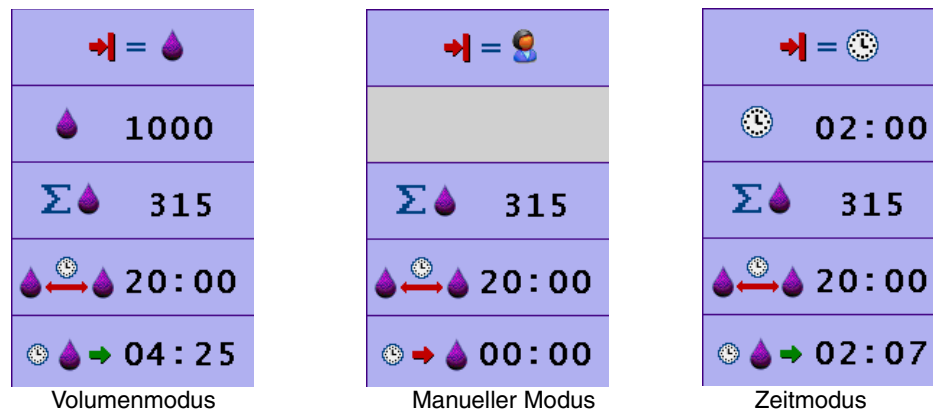

Abbildung 5-22. Konfigurieren der Einstellungen für die Kardioplegie-Dosierung
1. Wenn Sie die Kardioplegie-Dosierung manuell überwachen möchten, drücken Sie die Schaltfläche „Volumenmodus“ ➡ = 💧, um in den manuellen Modus zu wechseln (siehe Abbildung 5-22). Nun zeigt die Schaltfläche das Symbol „Manueller Modus“ als Hinweis darauf, dass der Benutzer die Pumpe manuell stoppen muss, indem er entweder (a) die Start/Stopp-Taste an der Steuerkonsole der Kardioplegie-Pumpe drückt oder (b) die Schaltfläche „Volumenüberwachung stoppen“ ■ drückt, nachdem die gewünschte Kardioplegie-Dosis abgegeben wurde.
2. Wenn Sie die Kardioplegie-Dosierung nach Zeit überwachen möchten, drücken Sie die Schaltfläche „Manueller Modus“ ➡ = 👤, um in den Zeitmodus zu wechseln (siehe Abbildung 5-22). Nun zeigt die Schaltfläche das Symbol „Zeitmodus“ als Hinweis darauf, dass die Kardioplegie-Pumpe automatisch gestoppt wird, wenn eine vom Benutzer eingestellte Abgabedauer (in Minuten) erreicht wurde.
- Wenn Sie die Kardioplegie-Dosierung nach Volumen überwachen möchten, drücken Sie die Schaltfläche „Zeitmodus“ , um in den Volumenmodus zu wechseln (siehe Abbildung 5-22). Nun zeigt die Schaltfläche das Symbol „Volumenmodus“ als Hinweis darauf, dass die Kardioplegie-Pumpe automatisch gestoppt wird, wenn eine vom Benutzer eingestellte Dosis (in Milliliter) Kardioplegie-Lösung infundiert wurde.